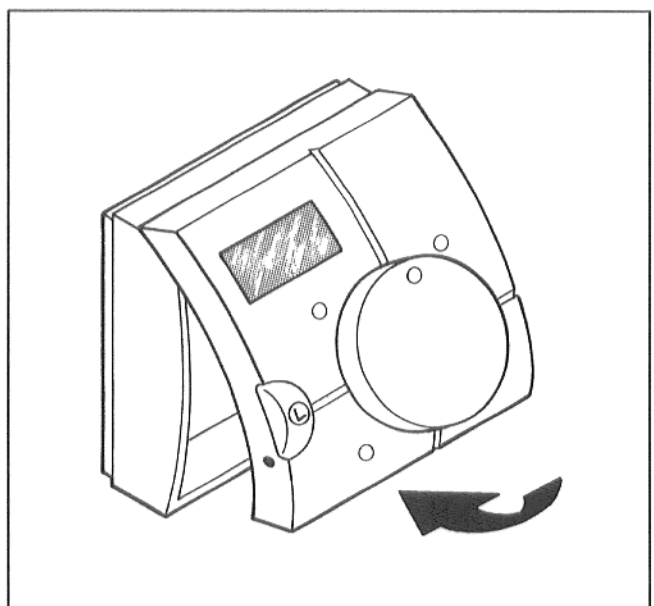

Abb. 4
- Hängen Sie das Bedienteil oben in die Montageplatte und drücken Sie das Bedienteil unten auf die Montageplatte (Abb. 4).